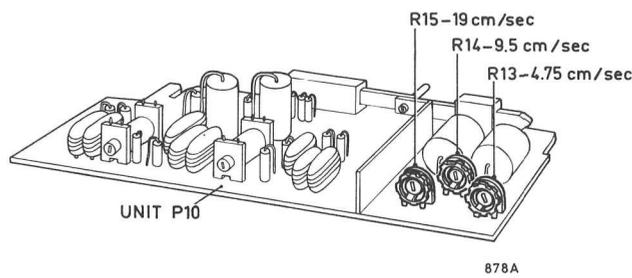

Fig. 21
8. Geschwindigkeitsregelung (siehe Abb. 21)